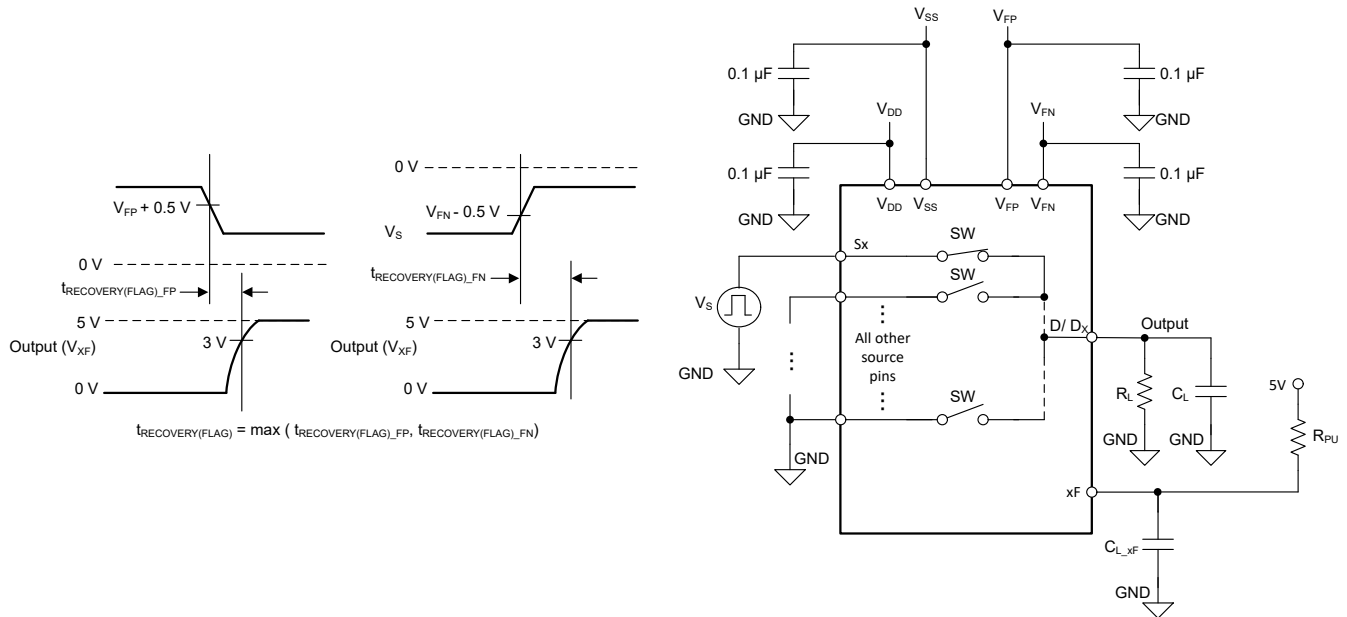

图 8-12. 故障标志恢复时间测量设置
故障标志恢复时间 ($t_{\text{RECOVERY(FLAG)}}$) 测量源电压从过压状态下降到低于故障电源电压 (V_{FP} 或 V_{FN}) 加 0.5V, 与一般故障标志 (FF) 引脚或特定故障标志 (SF) 引脚在 5V 外部上拉时升至 3V 以上之间的延迟。图 8-12 展示了用于测量 $t_{\text{RECOVERY(FLAG)}}$ 的设置。